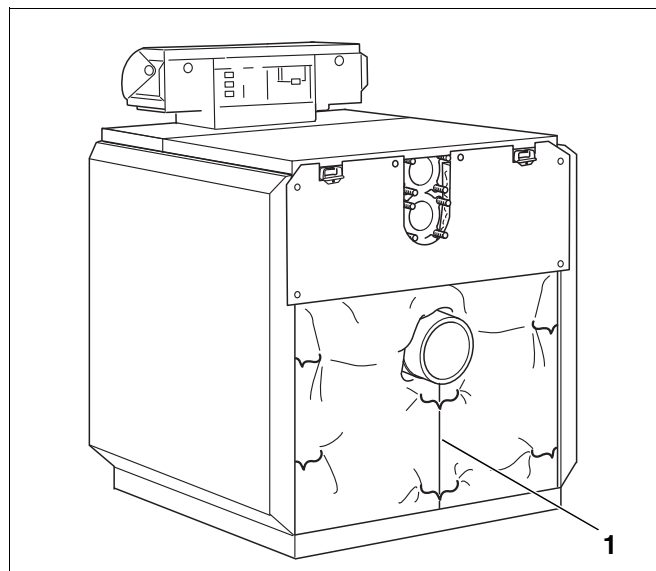

Рис. 55 Скрепление теплоизоляции на задней стенке
- Отогнуть теплоизоляцию на задней стенке и скрепить ее пружинами под штуцером дымовых газов (рис. 55, поз. 1).